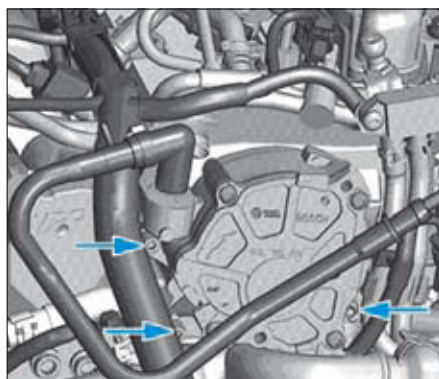

FIG. 18
- Dévisser les vis (flèches) de la pompe à vide (Fig.18).